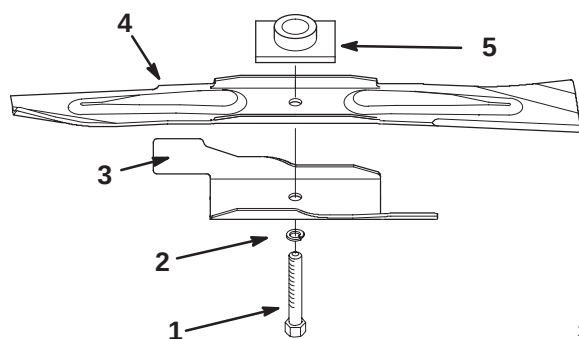

Abbildung 23
2. Schnittmesserschraube, Sicherungsscheibe, Schnittmesserbeschleuniger und Schnittmesser entfernen (Abb. 23).
- Das Schnittmesser auf Spindel und Schnittemessermittelnehmer setzen, wobei die gebogenen Messerspitzen zum Rasenmäher zeigen und der Messermittelnehmer in der Aussparung des Messers liegt (Abb. 23).
- Beschleuniger, Sicherungsscheibe und Schnittemesserschraube anbringen (Abb. 23).